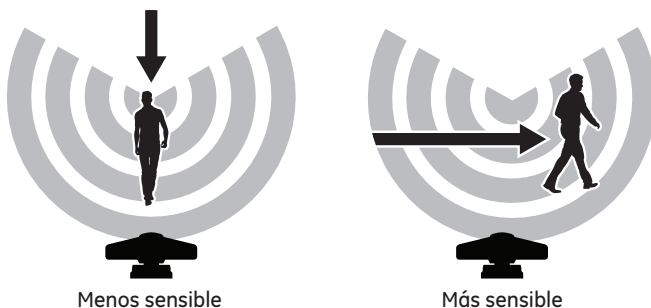

Figura 12
- a. **NOTA:** una vez conectado el suministro eléctrico a la luminaria, deje que el sensor de movimiento se caliente por completo (~40 segundos) antes de comenzar el proceso de configuración. Al principio, la luz se encenderá en el color luz de día (DL) durante el período de calentamiento, luego se apagará y funcionará de acuerdo a la posición de los interruptores.
- b. **NOTA:** cuando "Security Light On Time" esté en la posición "Test", la luminaria funcionará durante el día o la noche. La luz de seguridad se encenderá a los lúmenes máximos en el color luz de día (DL) y estará encendida por 4 segundos después de que se haya detenido todo el movimiento.
- Todos los sensores de movimiento son más sensibles al movimiento en el área de detección y menos sensibles cerca del sensor (ver **Figura 12**).